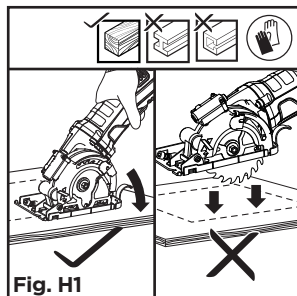

Fig. H1
**COUPES EN POCHE (voir Fig. H1, H2)**